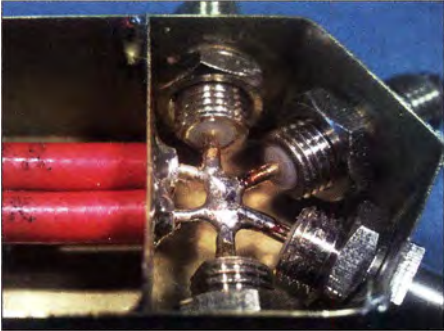

Bild 29: 12,5-Ω-Punkt innerhalb des Anpassstopfs für vier Antennen
Vier parallelgeschaltete Antennen mit einem Fußpunktwiderstand von jeweils 50 Ω ergeben 12,5 Ω am Zusammenschaltungspunkt (Bild 29). Die Impedanz Z des benötigten $\lambda/4$ -Transformators berechnet sich wieder nach Gleichung (2):